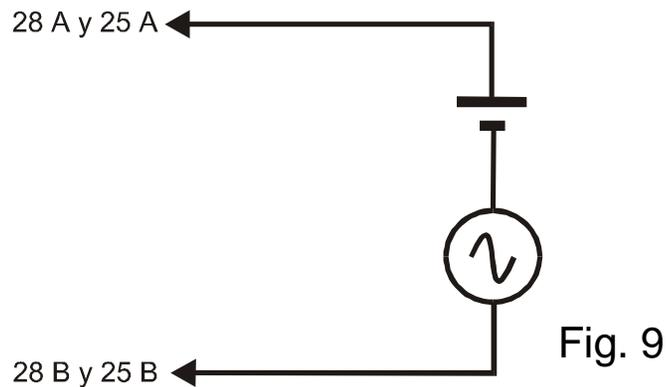

Fig. 9
- 1.- Asegúrese que el interruptor (29) esté en DC.
- 3.- Conecte los extremos A y B a la entrada vertical del osciloscopio: bornes (28^a) y 28B. Ver fig. 9.